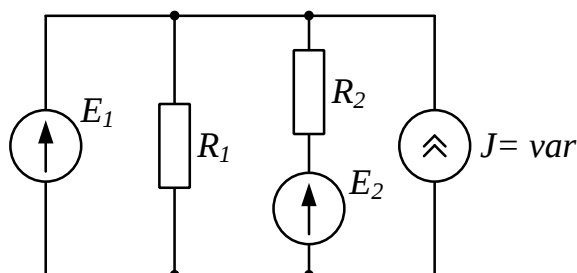

Рис. 2
2. Проанализировать влияние тока источника тока \mathcal{I} на токи ветвей схемы (рис. 2).